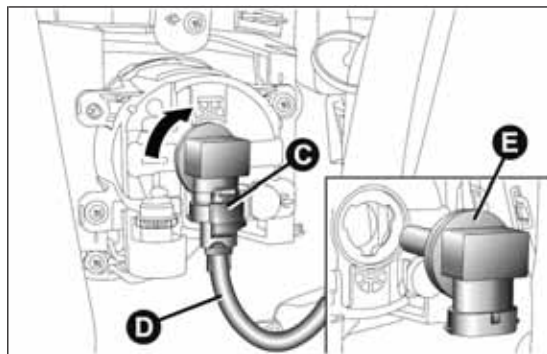

fig. 181
- ☐ actuar en la ballestilla C fig. 181 y soltar el conector eléctrico D;